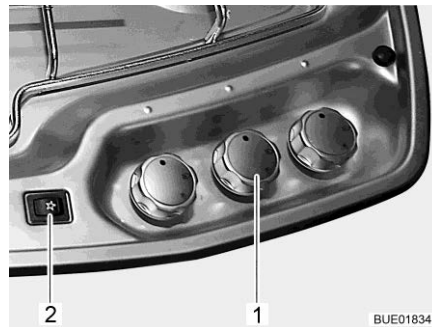

Bild 175 Bedienelemente für Gaskocher
- Drehregler (Bild 175,1) der gewünschten Brennstelle auf Zündposition (große Flamme) drehen.
- Zündknopf (Bild 175,2) drücken. Am Brenner werden Zündfunken erzeugt.